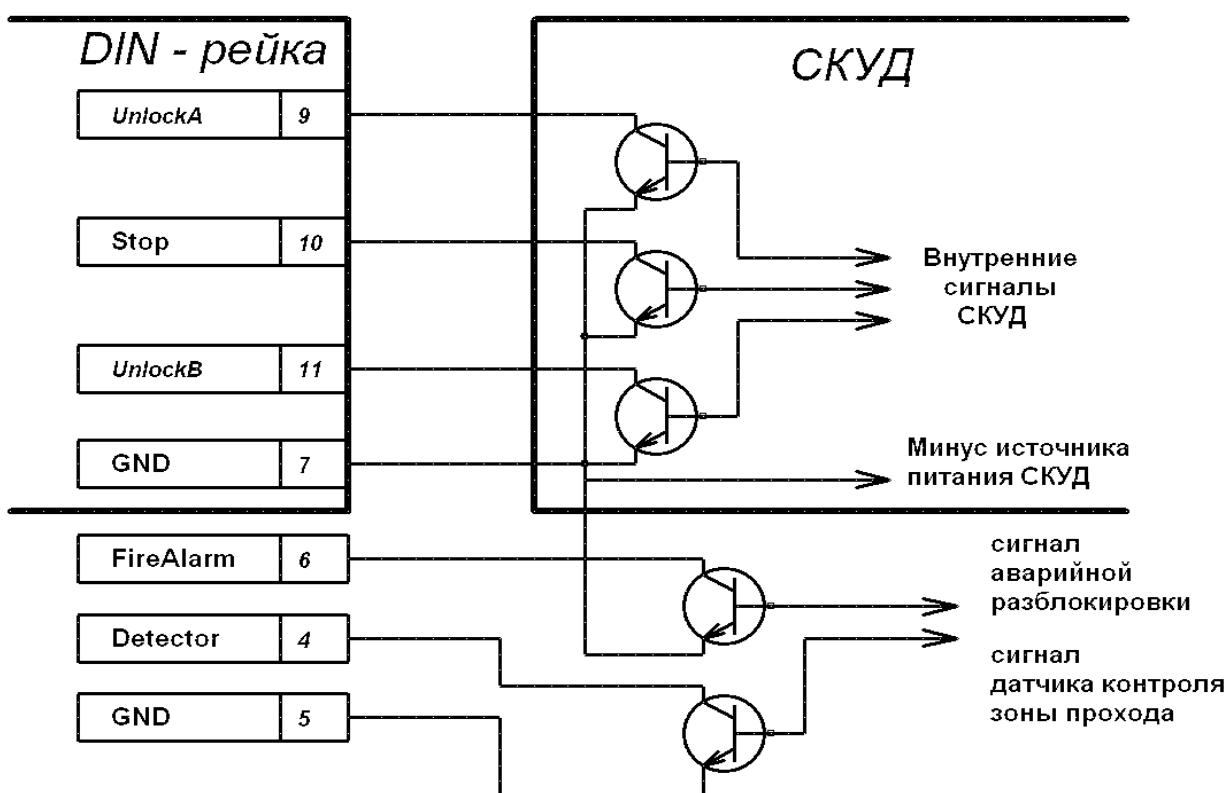

Рисунок 5 – Управляющие элементы СКУД:
Аварийная разблокировка турникета осуществляется снятием с контакта «Fire Alarm» сигнала низкого уровня относительно контакта «GND», при этом управляющим элементом может быть нормально замкнутый контакт реле или схема с открытым коллекторным выходом (см. рисунок 5).
а) управляющий элемент — контакт реле (рисунок 5,а):
- б) управляющий элемент — схема с открытым коллекторным выходом (рисунок 5,б):